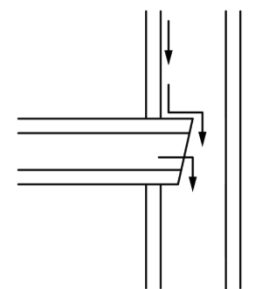

Abb. 4.15
- ③: Einsetzen des Rohranschlusses (Abb. 4.15)